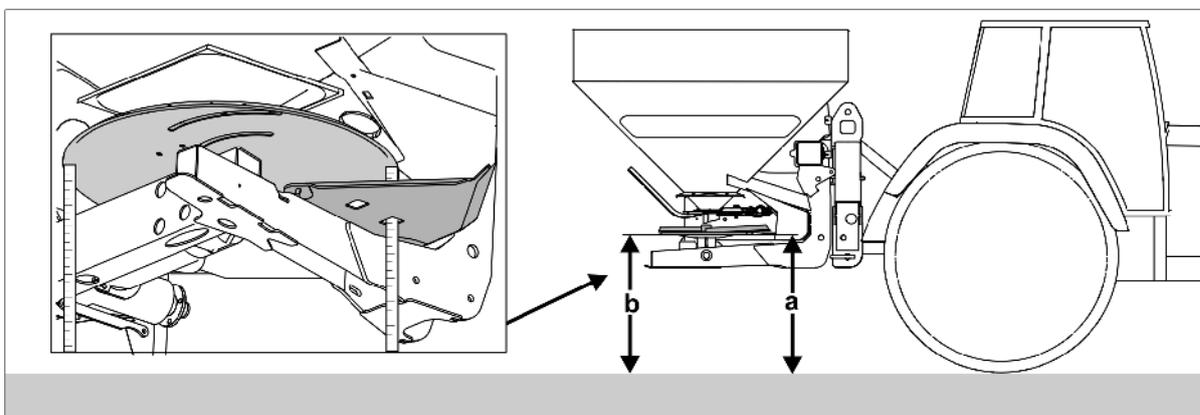

Fig. 55
4. Bloquez la cheville de bras supérieur (Fig. 55) à l'aide du loquet à ressort à verrouillage automatique pour éviter qu'elle ne se détache accidentellement.